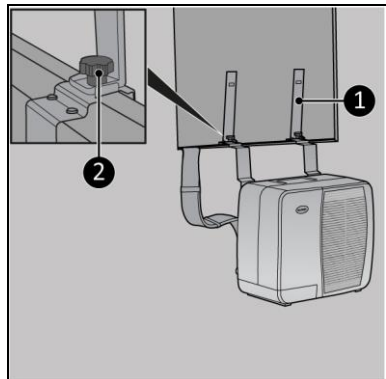

Abbildung 8
1. Befestigen Sie die Stützhalterungen (Abbildung 8, Pos. 1) an den Halterungen des Außengeräts, indem Sie die Schraubkappe pro Halterung festziehen (Abbildung 8, Pos. 2).